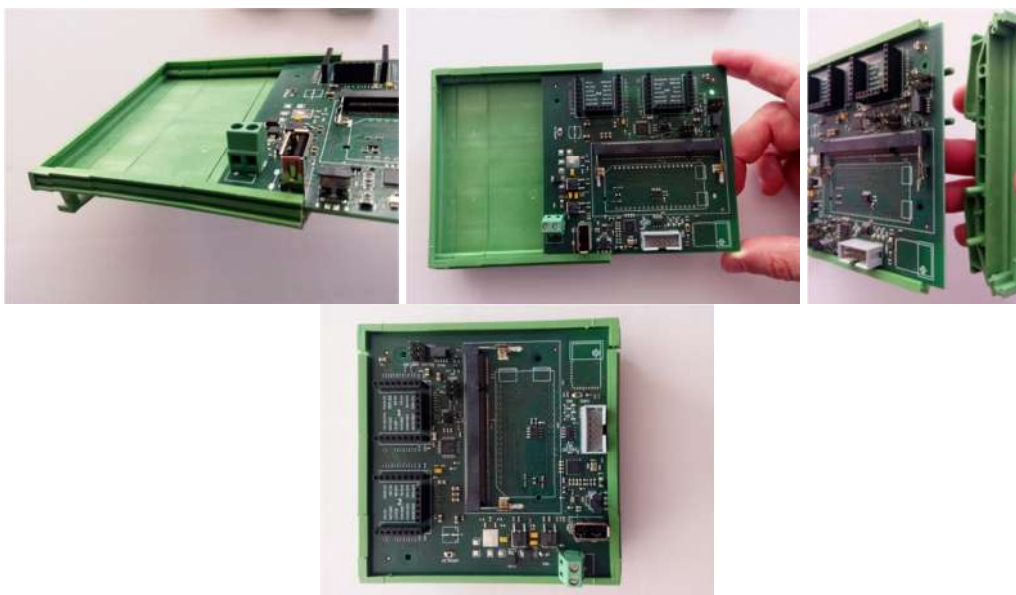

Fig.6 Alloggiamento Arancino in Base (alloggiamento barra din).
Step 4: Alloggiamento **Arancino** in **Base** (alloggiamento barra din, come illustrato in **Fig.6**)